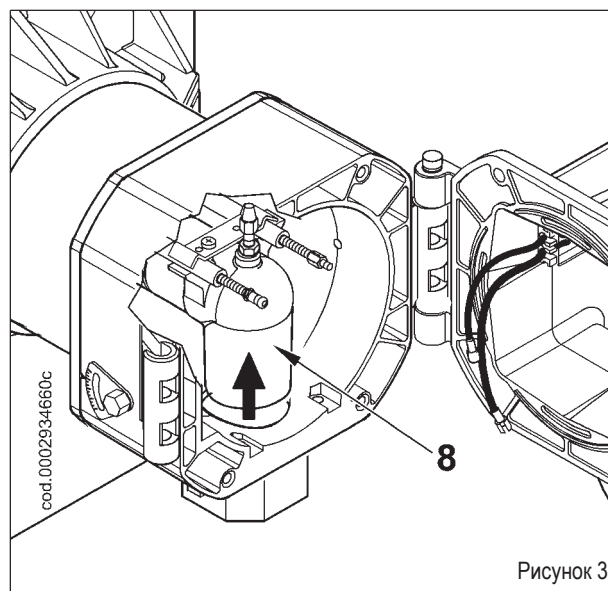

Рисунок 3
Убрав провода розжига и ионизации (3) с терминалов соответствующих электродов, полностью открутите гайку (4) и закрутите винт (5), продвигая его внутрь подводящего газового патрубка (8) на достаточную длину, чтобы обеспечить последующий демонтаж узла смесителя (см. рис. 3).
Слегка приподнимите подводящий газовый патрубок (8) (рисунок 3) и снимите весь узел смесителя в направлении, указанном стрелкой (9) на рисунке 4. Закончив ремонтные операции и проверив положение электродов розжига и ионизации, выполните монтаж головки горения, действуя в обратной демонтажу последовательности (см. 0002934690).